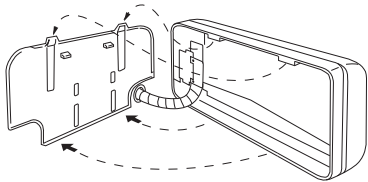

Abb. 3-61
- (2) Kabel, Kühlmittelleitung und Ablaufschlauch durch die Öffnung in der Wand drücken. Die Inneneinheit so einstellen, dass sie sicher an der Rückwand sitzt. (Abb. 3-61)